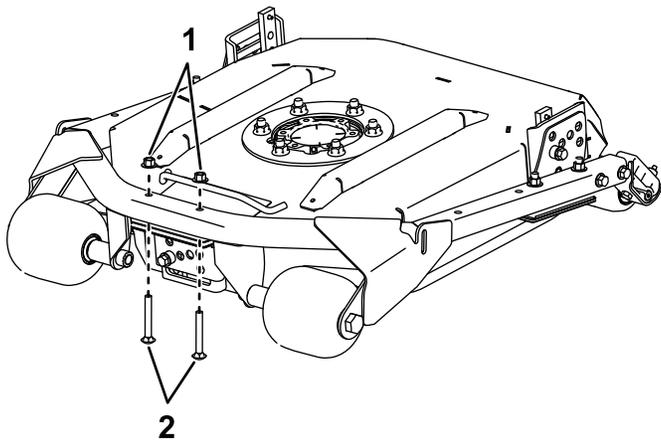

Bild 1
1. Nehmen Sie die Befestigungen von der Vorderseite des Mähwerks ab (**Bild 1**). Bewahren Sie die Muttern für den späteren Einbau auf.